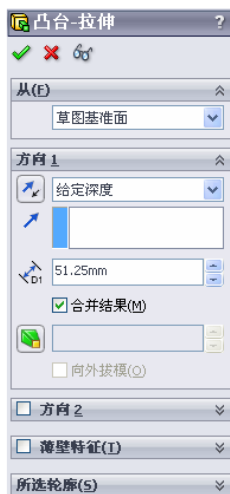
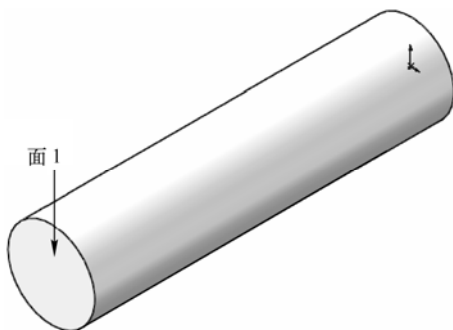

图 13-38 “凸台-拉伸”属性管理器
图 13-39 拉伸后的图形
(5) 拉伸实体。选择菜单栏中的“插入”→“凸台/基体”→“拉伸”命令，或者单击“特征”工具栏中的（拉伸凸台/基体）按钮，此时系统弹出如图 13-38 所示的“凸台-拉伸”属性管理器。设置拉伸终止条件为“给定深度”，输入拉伸距离为“51.25 mm”，然后单击（确定）按钮，结果如图 13-39 所示。
(6) 绘制草图。在视图图中选择如图 13-39 所示的面 1 作为绘制图形的基准面。单击“草图”工具栏中的（转换实体引用）按钮、（直线）按钮和（剪裁实体）按钮，绘制